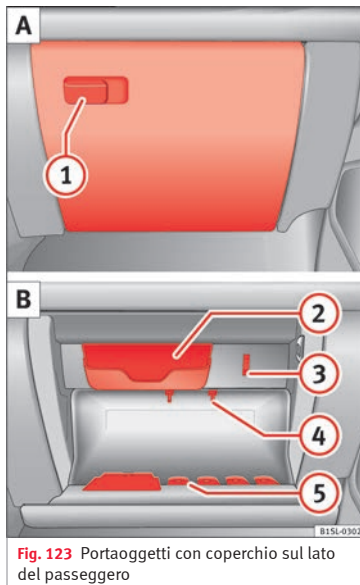

Fig. 123 Portaoggetti con coperchio sul lato del passeggero
Tirare la maniglia per *aprirlo* » **fig. 123** (1).